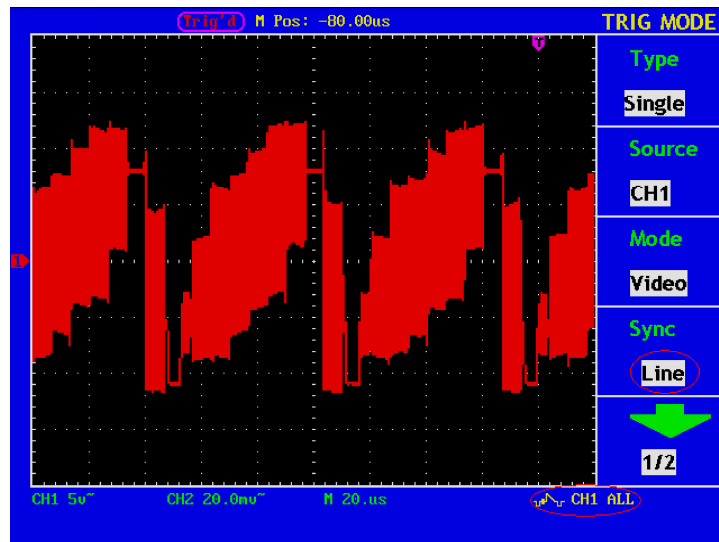

Abb. 109 Wellenform, erzeugt durch Videozeilentrigger
6. Betätigen Sie die Einstellknöpfe **VOLTS/DIV**, **VERTICAL POSITION** und **SEC/DIV**, um die Wellenform entsprechend anzuzeigen (siehe Abb. 109).